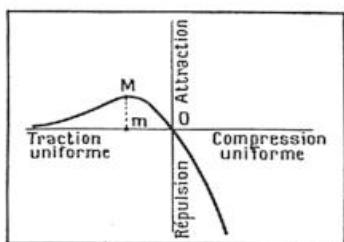

FIG. 1. — COMMENT VARIE LA FORCE AGISSANT SUR UN DES ÉLÉMENTS MATÉRIELS D'UN CRISTAL SOUMIS A DES TRACTIONS ET COMPRESSIONS UNIFORMES
L'analyse par les rayons X (1) et par les rayons cathodiques (2) a permis de connaître la structure intime des cristaux ; ceux-ci peuvent être considérés, en définitive, comme des ions positifs (résidus d'atomes privés d'un ou de plusieurs électrons) arrangeés en ordre au sein d'un nuage d'électricité négative formé par des électrons en équilibre statistique. Partant de là, le physicien Born a établi une formule qui fait connaître la force agissant sur un des éléments matériels du cristal, soumis à des tractions ou à des compressions uniformes, comme celles qui peuvent être transmises par l'intermédiaire d'un liquide enfermé dans une presse hydraulique ; ses résultats sont représentés graphiquement par la figure 1. On voit que la courbe, dont le point O correspond à l'équilibre normal, passe en M par un maximum ; ce maximum correspond lui-même à un état instable, puisque, lorsqu'on augmente ou qu'on diminue la traction, la
(1) Voir *La Science et la Vie*, n° 143, page 349.
(2) Voir *La Science et la Vie*, n° 235, page 32.